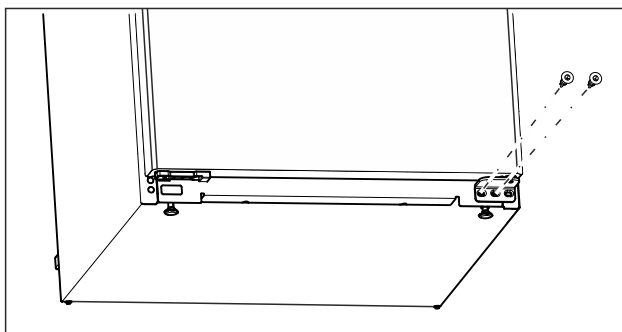

Fig. 14
- ▶ Am unteren Lagerbock die mittlere Schraube mit Schraubendreher Torx 20 herausdrehen. (siehe Fig. 14)
- ▶ Am unteren Lagerbock die innere Schraube mit Schraubendreher Torx 20 herausdrehen. (siehe Fig. 14)